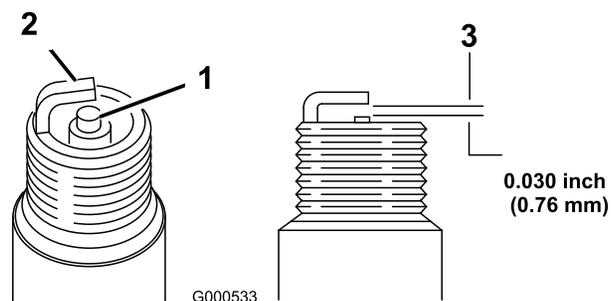

Рисунок 43
1. Осмотрите середину каждой свечи зажигания (Рисунок 43).
2. Проверьте зазор между центральным и боковым электродами (Рисунок 43) и отогните боковой электрод, если зазор не соответствует требуемому.